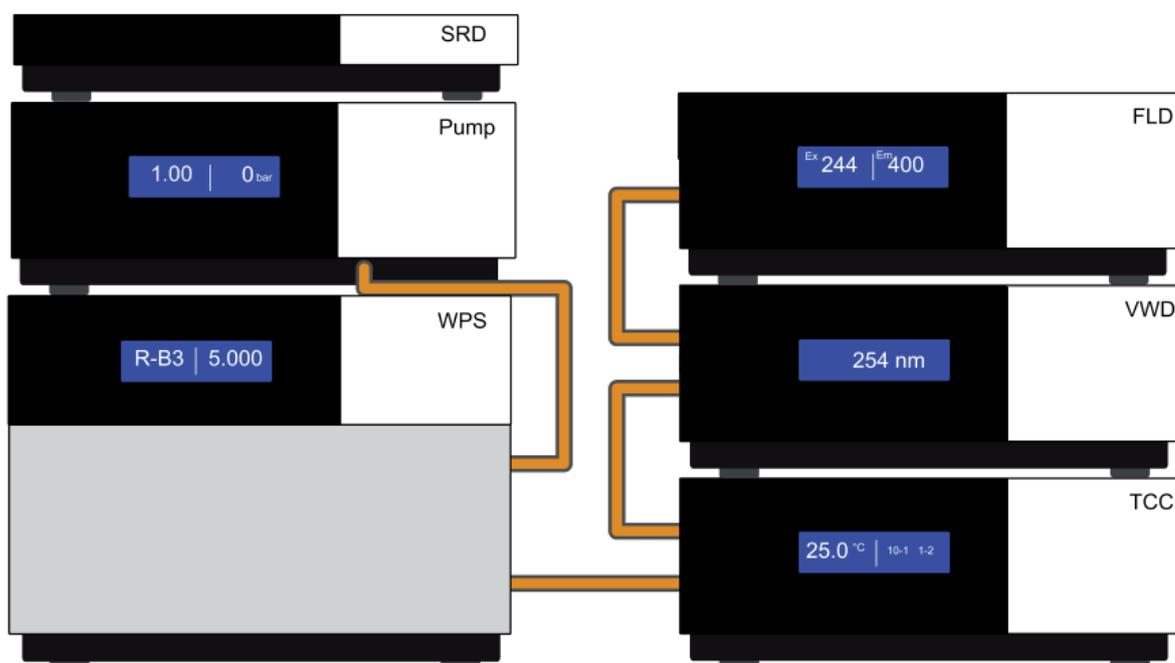

Abb. 7: Beispiel für die Aufstellung eines UltiMate 3000 RS-Systems mit zwei Detektoren
- In einem System, in dem außer dem Fluoreszenz-Detektor zusätzlich ein UV-Detektor installiert ist, können die Module wie in Abb. 7 gezeigt aufgebaut werden.